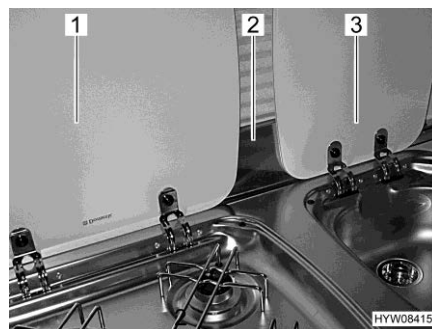

Fig. 135 Lastra proteggifiamma e coperture
Prima della cottura, agganciare la lastra proteggifiamma (Fig. 135,2) al telaio della finestra. La lastra proteggifiamma copre così l'area tra le coperture del lavandino (Fig. 135,3) e il fornello a gas (Fig. 135,1).
- Agganciare la lastra proteggifiamma (Fig. 135,2) al telaio della finestra.
- Aprire la copertura del fornello a gas (Fig. 135,1).